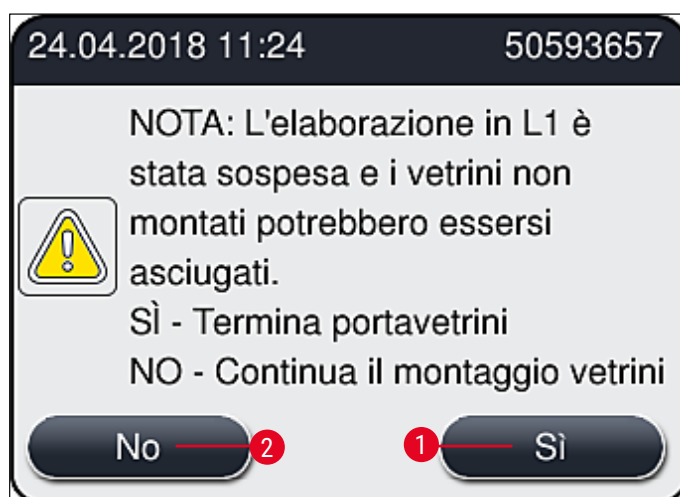

Fig. 113
9. Il software dello strumento esegue una scansione del livello di riempimento. Al termine del controllo l'utente viene avvisato da un messaggio informativo (→ Fig. 113).